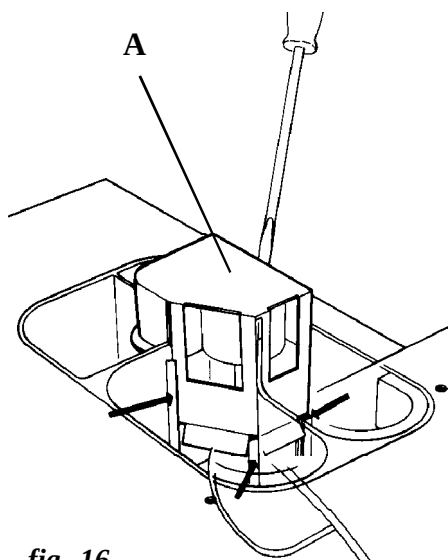

fig. 16
- Open the dispenser cover and remove the top cover **(A)**, refer to **(fig. 16)**, noting its location to correctly re-assemble.
- Abrir la tapa del dosificador y desmontar la parte superior **(A)** según **(fig. 16)**. Tomar nota de su colocación para un correcto montaje posterior.
- Ouvrir le couvercle du bac de distribution et démonter la partie supérieure **(A)** suivant **(fig. 16)**. Prendre note de son emplacement pour le remonter correctement.
- Re-assemble the dispenser top, ensuring that it is correctly placed (refer to points indicated with arrows **(fig. 16)**).
- Volver a montar la parte superior del dosificador. Prestar atención a su correcta colocación. (ver puntos marcados por flechas **(fig. 16)**).
- Monter la partie supérieure du bac de distribution. Attention à son emplacement correct (voir points signalés par flèches **(fig. 16)**).